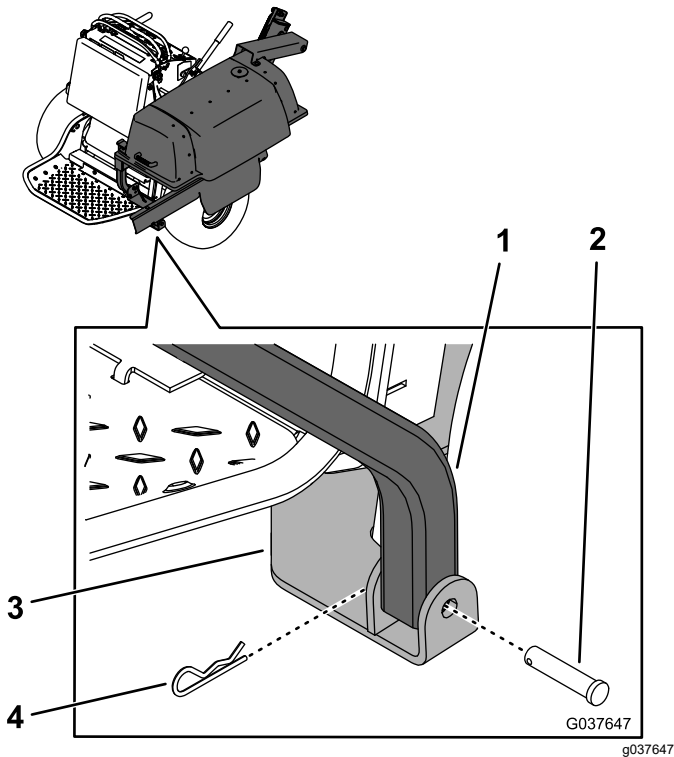

Figura 13
1. Con la ayuda de otra persona, eleve el bastidor del ensacador y sujete el lado inferior trasero del bastidor al soporte de montaje inferior usando un pasador y una chaveta (Figura 13)